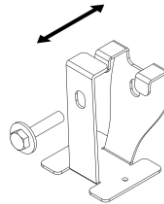

Рисунок 10 — Крепление трос.
5.9.3. Наденьте крепления на трос. При необходимости разведите лепестки крепления (см. рисунок 10).